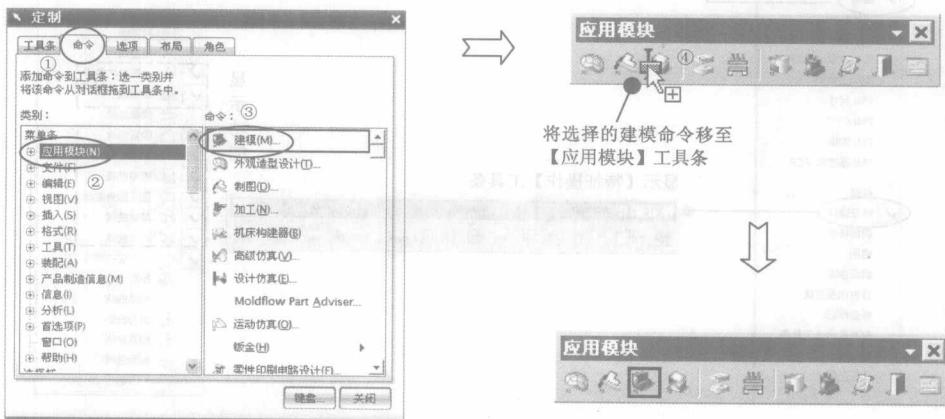

图 1-5 【命令】选项卡和添加命令
- ① 工具条：可通过勾选或取消勾选某工具条，将该工具条在绘图区中显示或隐藏。
- ② 命令：可通过选择并移动命令将其添加到相应的工具条中，如图 1-5 所示。